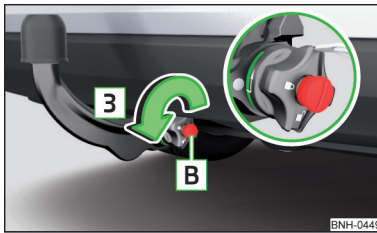

Abb. 228
- Den Schlüssel **B** in Pfeilrichtung **3** drehen, sodass der Pfeil am Schlüssel zum Symbol » Abb. 228 zeigt.